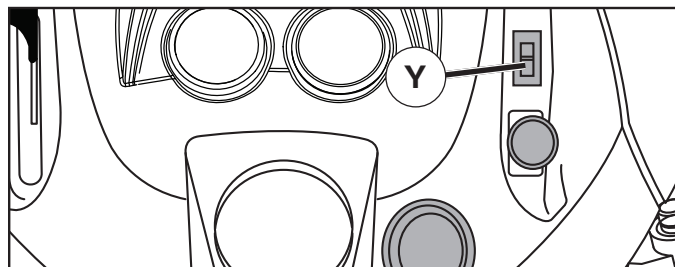

Fig. 8
- Con el pedal (K) de marcha adelante apretado a la velocidad deseada, mover la palanca de mando de cruceo hacia adelante hasta la posición "SET" y mantenerla mientras se levanta el pie del pedal, luego soltar la palanca (J) de mando de cruceo.
## CÓMO USAR EL CONTROL DEL CIERRE DIFERENCIAL (Y) (Ver la Fig. 8)